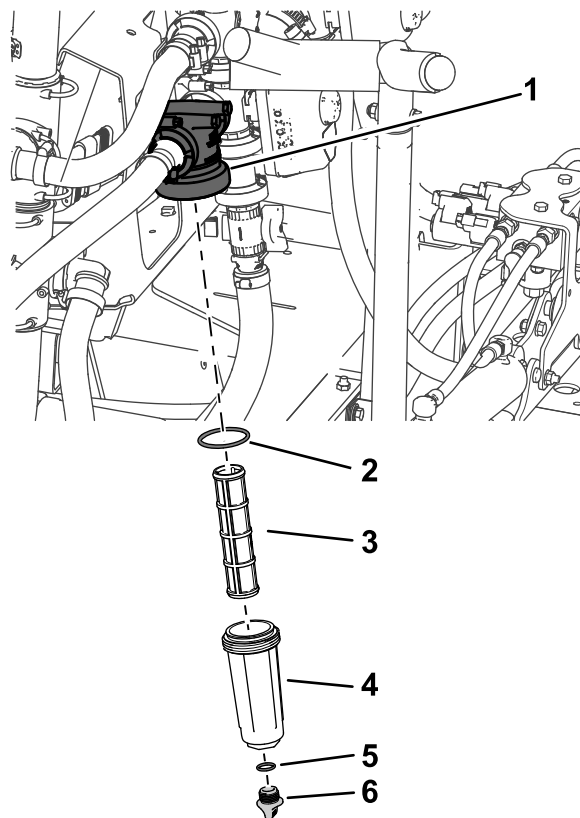

Bild 88
2. Stellen Sie eine Auffangwanne unter den Druckfilter (Bild 88).
3. Drehen Sie die Ablasskappe nach links und nehmen sie von der Glocke des Druckfilters ab (Bild 88).
4. Drehen Sie die Glocke nach links und nehmen den Filterkopf ab (Bild 88).
5. Entfernen Sie den Druckfiltereinsatz (Bild 88).
7. Prüfen Sie die Dichtung für die Ablassschraube (in der Glocke) und die Dichtung für die Glocke (im Filterkopf) auf Beschädigungen und Abnutzung (Bild 88).
8. Setzen Sie den Druckfiltereinsatz in den Filterkopf ein (Bild 88).
9. Befestigen Sie die Glocke am Filterkopf und ziehen sie mit der Hand an (Bild 88).
10. Befestigen Sie die Ablassschraube am Anschlussstück unten an der Glocke und ziehen sie mit der Hand an (Bild 88).